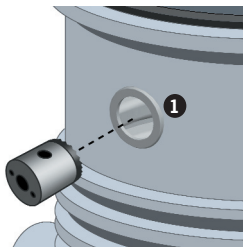

Abb. 7
- Bohrung für Druckstutzen mit Bohrkronen 43 mm (Abb. 7).